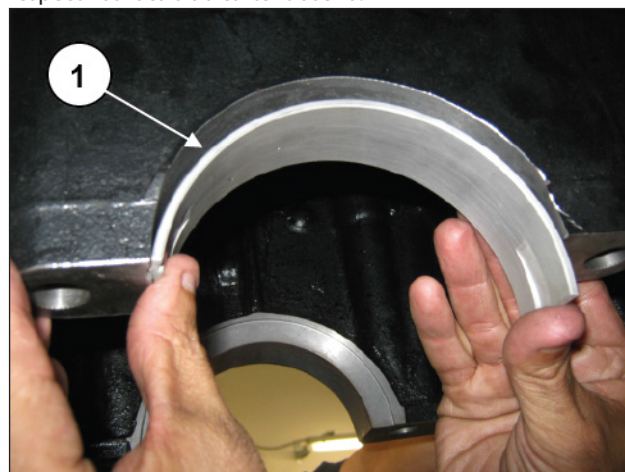

Fig. 108
Monte os semi-rolamentos do banco (pos. ①, Fig. 108) nos respectivos locais do cárter traseiro.